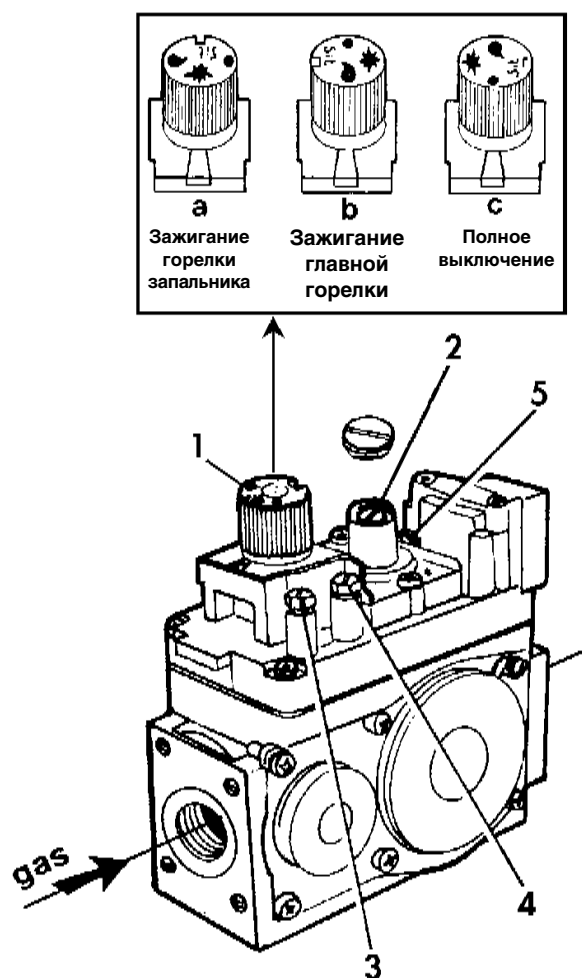

Рис. 7b
5.03 Включение с клапаном SIT 820 NOVA для моделей 51-68 кВт (рис. 7b)
Выпустить воздух из газопровода открывая отбор, расположенный на входе газового клапана 3 (рис. 7b).
Давление и расход газа в главной горелке регулируют при помощи винта 2 (рис. 7b): по часовой стрелке давление увеличивается, а против часовой стрелке - уменьшается.
Факел запальника регулируют винтом 5 (рис. 7b) без дополнительного инструмента, просто проверяют, чтобы факел правильно охватывал термопару.